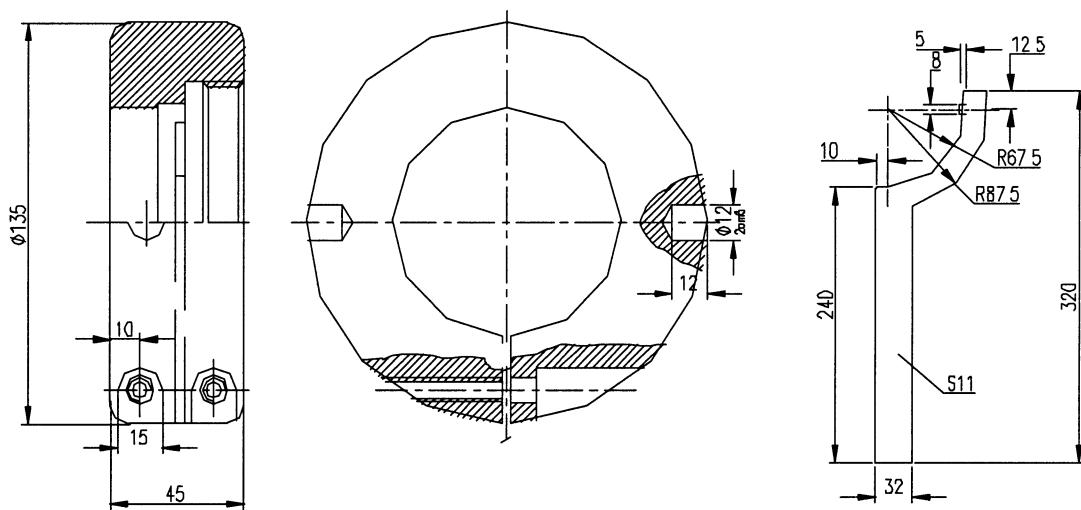

Рис. 7 Внешняя гайка и спецключ
Конструкция этих гаек требует использования специальных ключей, как это видно из рис. 7 и 8, на которых изображены чертежи внутренней и внешней гаек.
Винты (поз. 7, рис. 7) имеют цилиндрическую головку с шестигранным углублением под ключ 6.
7.4.6. На шпильке размещается резиновое уплотнительное кольцо (поз.5) рис.7, после чего на нее (шпильку) надевается опорное кольцо (поз.4), в пазы которого предварительно должны быть вставлены два уплотнительных резиновых кольца (поз.6). Резьбу на внутренней контактной шпильке, а также уплотнительные резиновые кольца следуют слегка смазать техническим вазелином перед началом сборки.
7.4.9. Вслед за этим на трубу ввода наворачивается внешняя гайка (поз.2). Для надежной герметизации ввода внешняя и внутренняя гайки (поз.2 и 3) должны быть завернуты до упора, как это показано на рис. 7, и внешняя гайка (поз. 2) закончена двумя винтами (поз. 7).